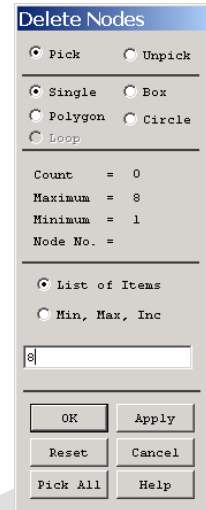

图2.31 拾取要删除的节点
(1) 单击 **Main Menu> Preprocessor> Modeling> Delete> Nodes** 菜单，弹出如图 2.31 所示的图形拾取对话框。